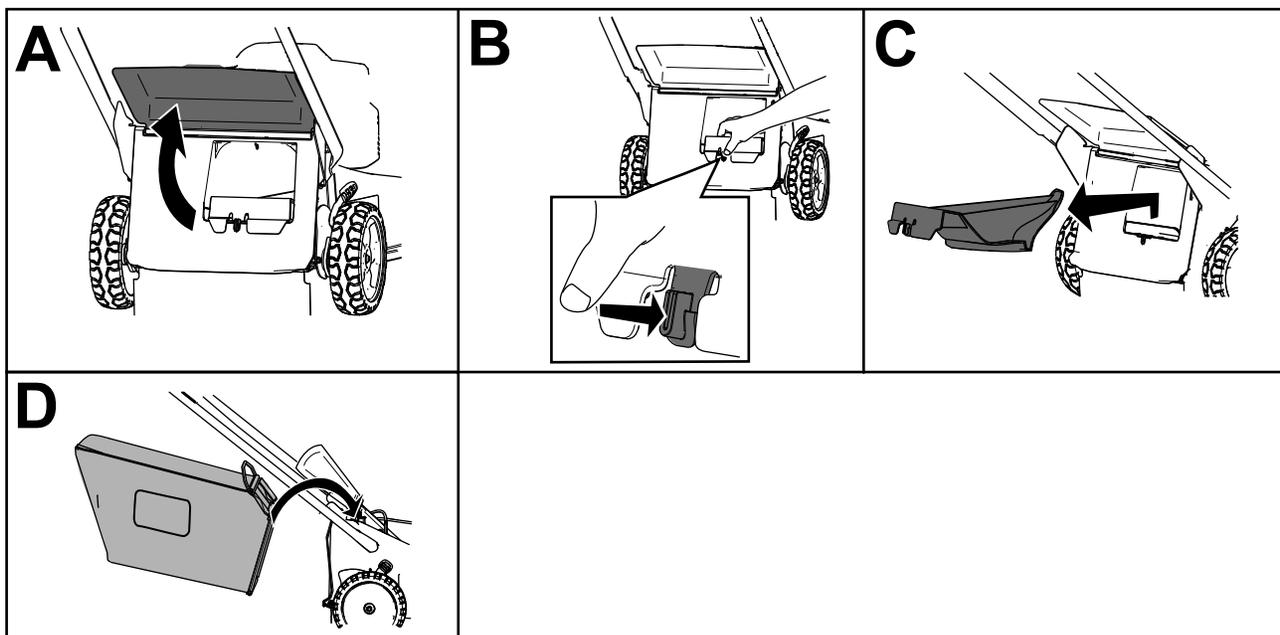

Рисунок 18
Примечание: Чтобы расфиксировать заглушку, поверните рычаг на заглушке вправо (Рисунок 18).
3. Поднимите и удерживайте в поднятом положении задний дефлектор (вид А на Рисунок 18).
4. Снимите заднюю выпускную заглушку, нажав на фиксатор большим пальцем и вытянув заглушку из машины (виды В и С на Рисунок 18).
5. Вставьте концы штанги травосборника в выемки в основании рукоятки и покачиванием травосборника из стороны в сторону убедитесь в том, что концы штанги находятся в нижней части обеих выемок (вид D на Рисунок 18).
3. Выньте штангу травосборника из выемок в основании рукоятки (вид А на Рисунок 18).
4. Вставьте выпускную заглушку (вид В на Рисунок 18).
5. Опустите задний дефлектор (вид С на Рисунок 18).